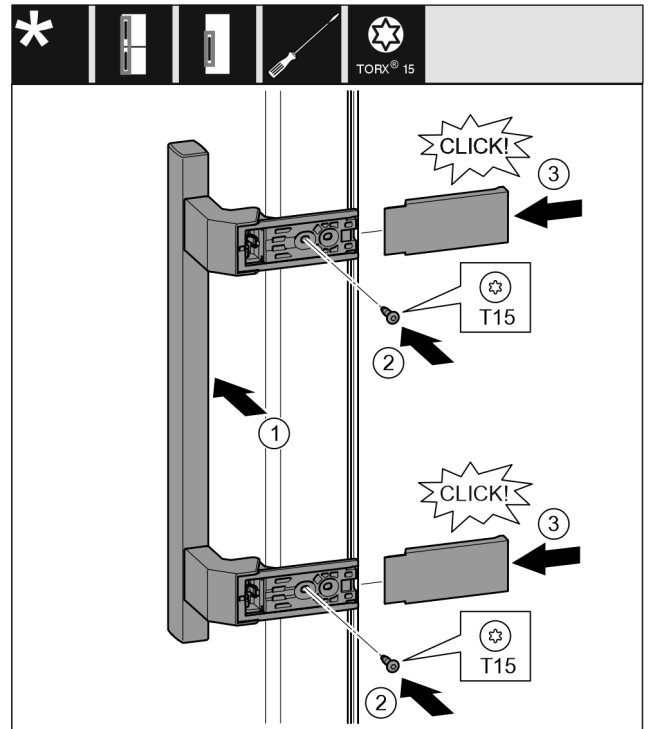

Fig. 18
- ▶ Установите ручку на противоположной стороне. Fig. 18 (1)
- ▶ Затяните винты отверткой T15. Fig. 18 (2)
- ▶ Установите крышки сбоку и надвиньте их. Fig. 18 (3)